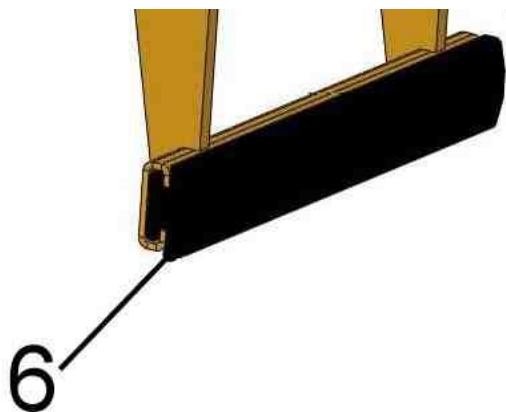
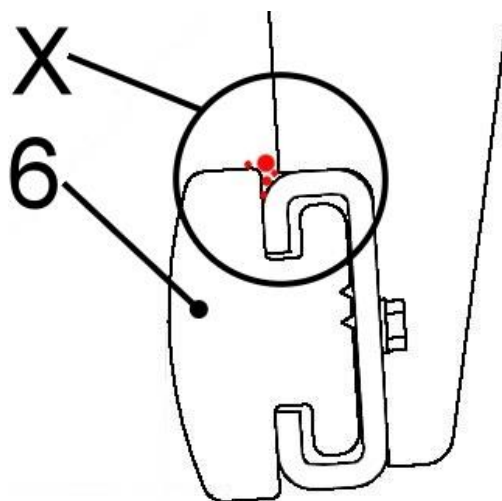

Fig. 1
Fig. 2
Contrôle régulier de l'absence de **salissures** (par exemple particules de pierre) dans la zone supérieure (voir le point zoomé « X » sur la fig. 2) des mâchoires de préhension en caoutchouc (6) → voir fig. 1 / fig. 2.
**Problème** : Les salissures peuvent endommager les mâchoires de préhension (6) lors d'un serrage dans cette zone (les particules de pierre peuvent s'incruster dans le caoutchouc).
**Conseil** : Retirer les salissures dans cette zone des mâchoires (6) ou, si les salissures sont importantes, démonter les mâchoires de préhension et les nettoyer.